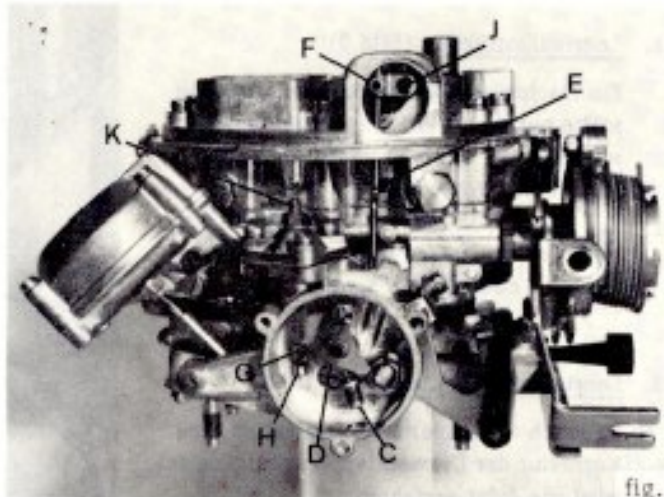

fig. 5
a) Starterverbindungsstange (Bild 5 + 6)
b) Starterklappenspalt (Bild 5 + 6 + 6a)